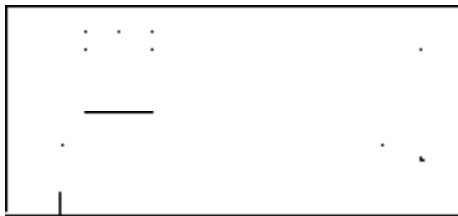

图 14-136 绘制直线
11) 调用“删除”命令，删除飘窗；调用“直线”命令，绘制直线，结果如图 14-136 所示。